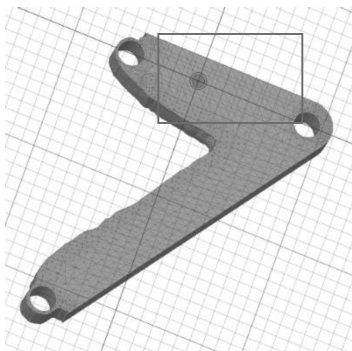
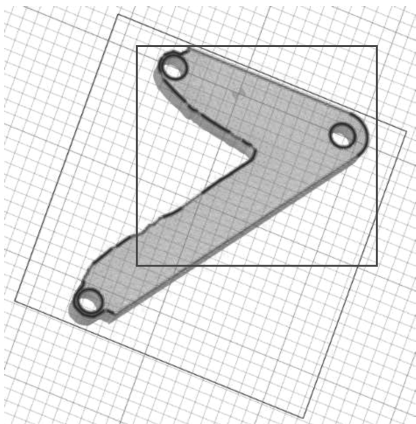

图 12-101 进入草图模式
图 12-102 框选模型轮廓
(1) 在左侧导航树，不选第一个 SYS-1，展开第二个 SYS-1。
(2) 在工具栏中单击草图模式图标 ，在模型上选定一点进入草图模式，如图 12-101 所示。然后框选模型轮廓线，如图 12-102 所示。接着在工具栏中单击【Copy】→【Paste】，创建曲线。最后不选第二个 SYS-1。